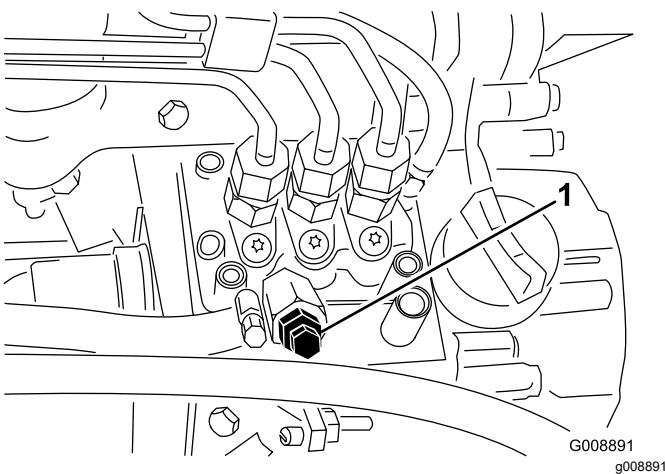

Figura 46
- Aprite la vite di spurgo dell'aria, situata sulla pompa di iniezione del carburante (Figura 46).